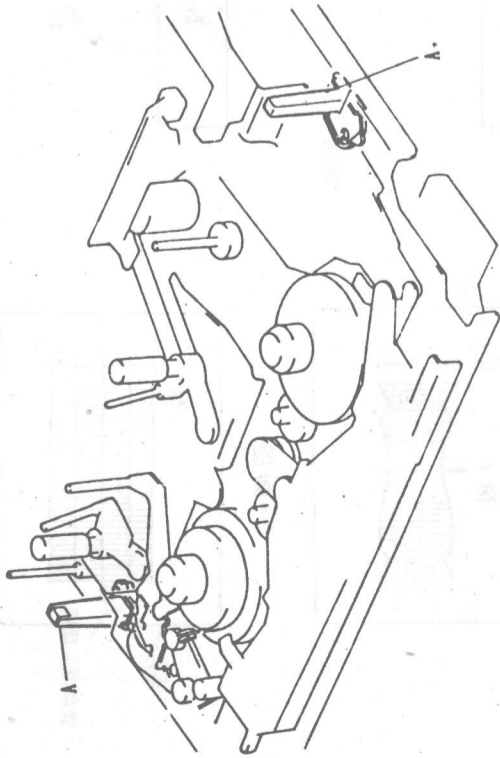

图 68
- ① 卸下顶盖和面板;
- ② 卸下磁带盒负载机构;
- ③ 从交流电源插座上拔去电源导线插头;
- ④ 用黑色棉布等盖住供带和绕带终端传感器, 如图 68 中的 A 部分, 以便遮断光线;
- ⑤ 将电源插头插到交流电源插座;
- ⑥ 打开 ("ON") 录象机的操作开关, 在此状态下, 录象机可以接受各项状态的输入 (只有重绕动作数秒钟内停止, 这是因为绕带卷盘处于停止状态而不能检出卷盘